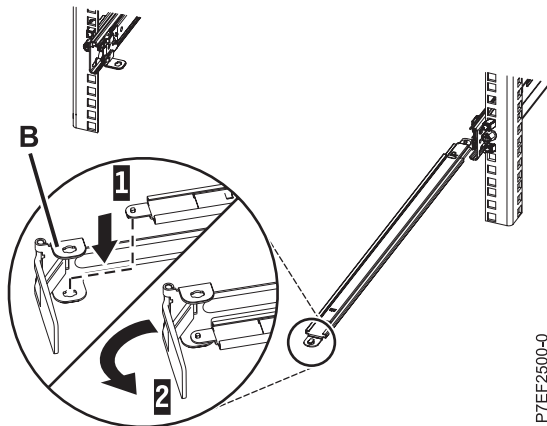

Abbildung 13. Anschlagwinkel des Kabelträges am Stützarm befestigen
2. Suchen Sie die Bohrung an der unteren inneren Ecke des L-förmigen Kabelträgerhaltewinkels **(B)**. Platzieren Sie das freie Ende des Stützarms so, dass die Sperrzunge an der Unterseite seiner Spitze an dieser Bohrung ausgerichtet ist. Setzen Sie die Lasche in die Bohrung **(1)** ein und drehen Sie die Halterung **(2)**, um sie an dem Stützarm zu befestigen, wie in Abb. 13 dargestellt.